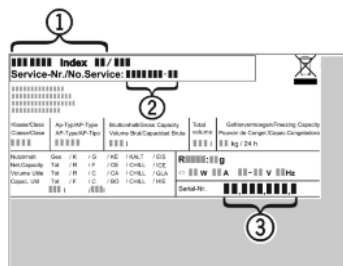

Fig. 12
► Prietaiso pavadinimas *Fig. 12 (1)*, techninio aptarnavimo Nr. *Fig. 12 (2)* ir serijos Nr. *Fig. 12 (3)* užrašyti duomenų skydelyje. Duomenų skydelis yra prietaiso viduje, kairiajame šone.
► Susiekite su techninio aptarnavimo skyriumi ir praneškite apie gedimą, taip pat pasakykite prietaiso pavadinimą *Fig. 12 (1)*, techninio aptarnavimo Nr. *Fig. 12 (2)* ir serijos Nr. *Fig. 12 (3)*.